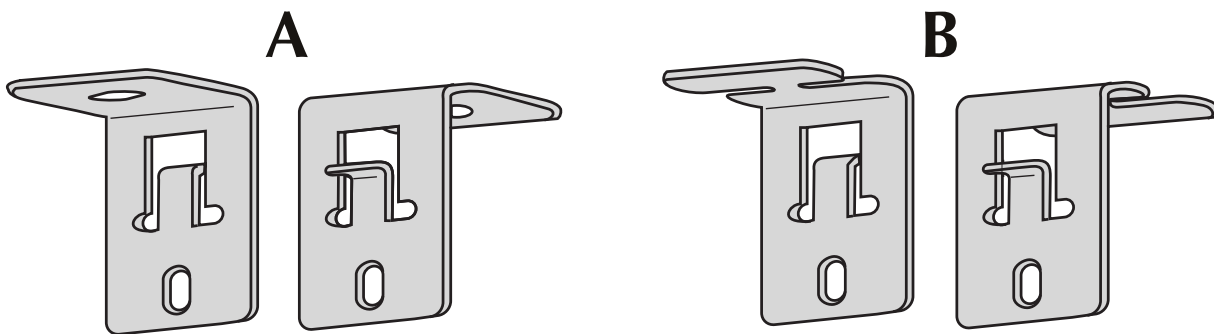
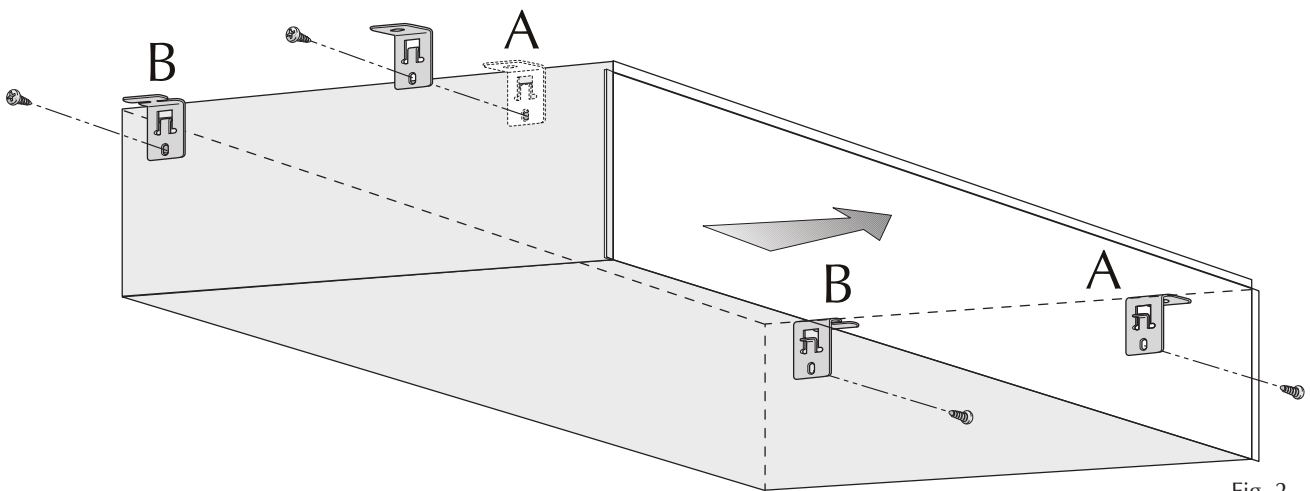

Fig. 1
Fig. 2
- le staffe AMP20 (fig.1) devono essere applicate alle fiancate del telaio con le viti a corredo (fig.2), le due staffe con il foro (A) devono essere applicate alla fiancata dal lato della mandata, le altre due staffe intagliate (B) si applicano dal lato dell'aspirazione;
- the AMP20 brackets (fig.1) must be applied at the sides of the frame using the screws supplied (fig.2), the two brackets with the hole (A) must be supplied at the side of the flow side, the other two notched brackets (B) are applied from the intake side;
- les étriers AMP20 (fig.1) doivent être installés sur les côtés du châssis avec les vis fournies (fig.2), les deux étriers avec l'orifice (A) doivent être installés du côté du refoulement et les deux autres étriers taillés (B) du côté de l'aspiration;
- Die Winkel AMP20 (Abb. 1) sind an den Seiten des Rahmens mit den mitgelieferten Schrauben (Abb. 2) anzubringen; die beiden gelochten Winkel (A) sind auf der Luftaustrittsseite an der Rahmenseite anzubringen, die beiden Winkel mit den Einschnitten (B) werden an der Ansaugseite angebracht.
- las abrazaderas AMP20 (fig.1) se deben colocar en los lados del bastidor con los tornillos proporcionados (fig.2), las dos abrazaderas con el agujero (A) en el lado de impulsión, las otras dos abrazaderas entalladas (B) se colocan en el lado de la aspiración;